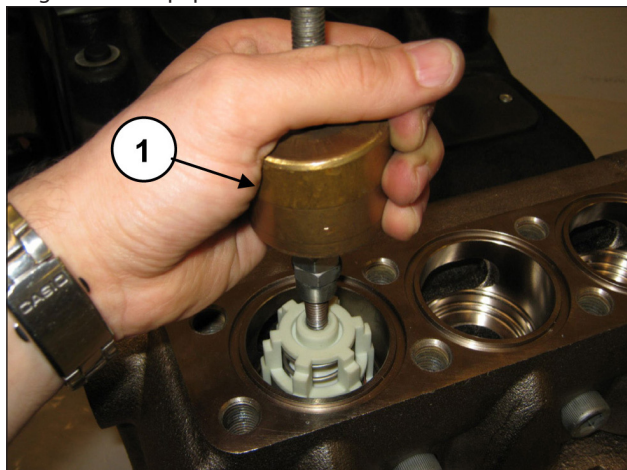

Fig. 141
Extraire l'ensemble de la soupape de refoulement à l'aide d'un extracteur à inertie (réf. 27516400) à appliquer sur le trou M10 du guide de soupape (rep. ①, Fig. 141) ou, en complément, un adaptateur M10-M16 (réf. 25089700) à fixer sur le filetage M16 du guide de soupape.